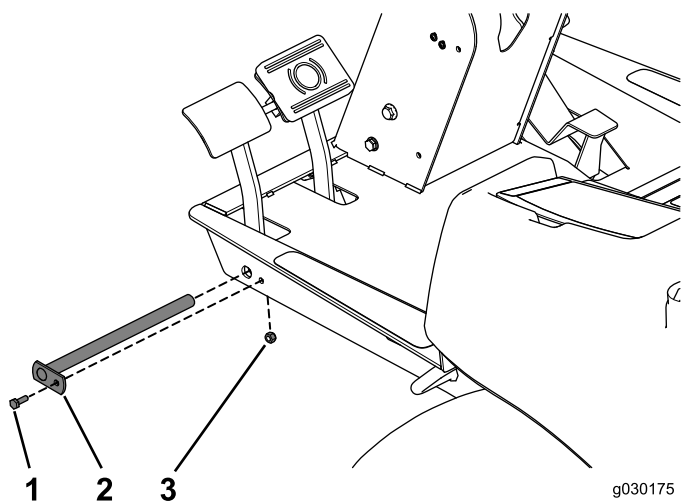

図 1
4. ブレーキペダルを保持しているブレーキピンを固定しているボルトを外す 図 1。